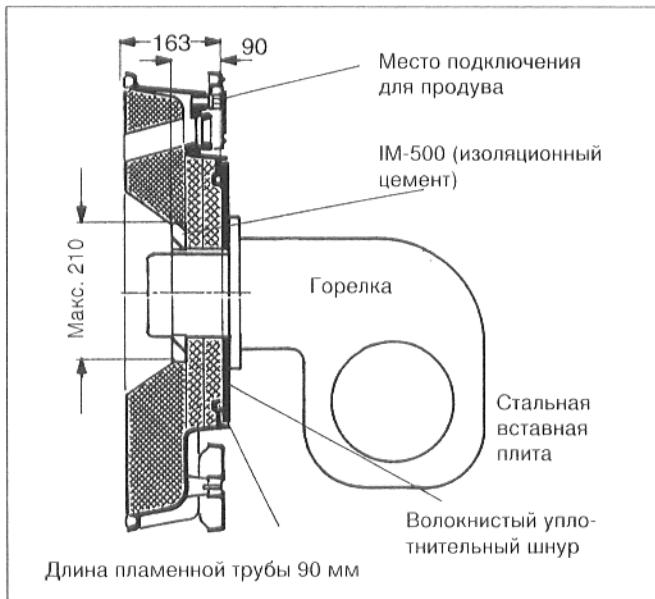
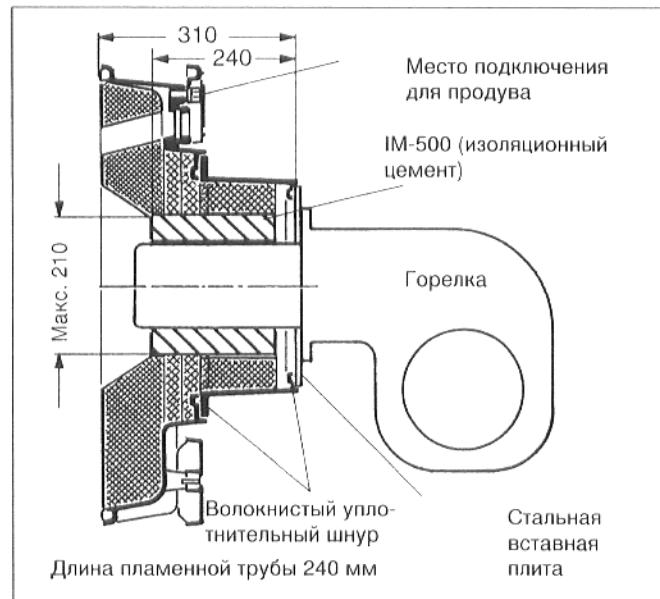

Рис. 29: дверца горелки 11–18 элементов
Рис. 30: дверца горелки 9–10 элементов
- Обмотать трубку горелки гофрированным картоном или подобным материалом и привязать ее. Произвести монтаж трубы горелки и заполнить зазор оставшийся между изоляцией дверцы горелки и трубкой горелки изоляционным цементом, входящим в комплект поставки (рис. 29, рис. 30).
- Соединить место подключения для продува с горелкой (рис. 29, рис. 30), чтобы смотровое окошко было свободно от осадков.